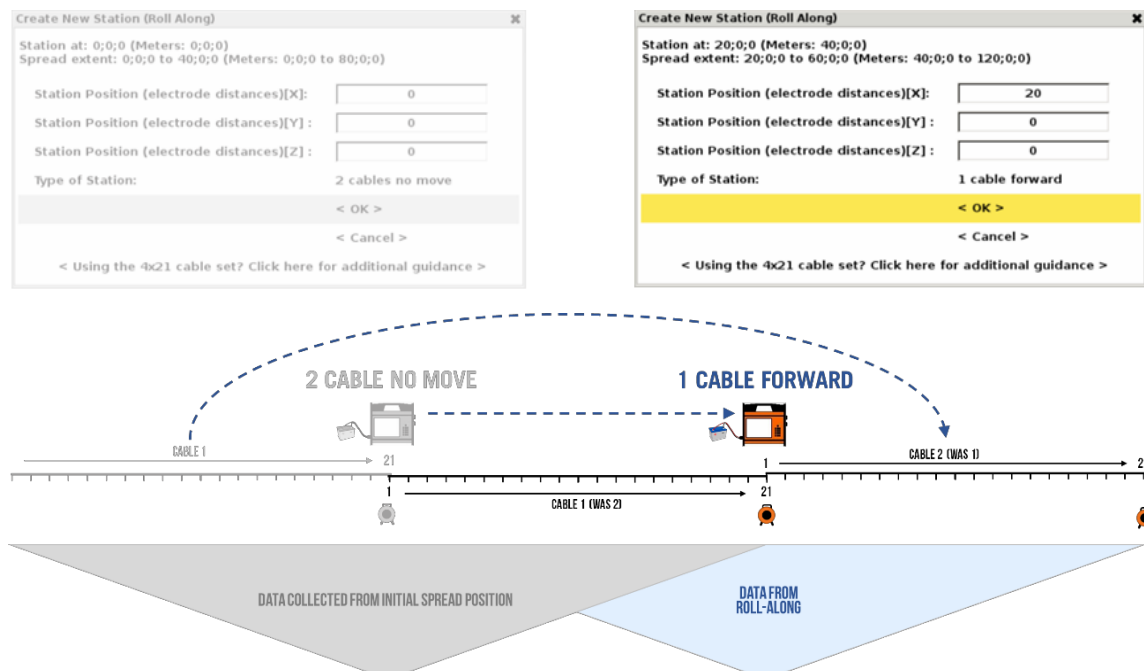

Figura 118 Roll-along en un juego de cables de 2x21
- En esta etapa, es posible "rodar" volviendo a la ventana "Crear nueva estación" y aceptando la opción "1 cable hacia adelante". En el suelo, el cable 1 y todos sus electrodos deben moverse al extremo más alejado del cable 2, y el instrumento debe reposicionarse en el medio de la nueva posición de extensión del cable (Figura 118 Roll-along en juego de cables de 2x21).